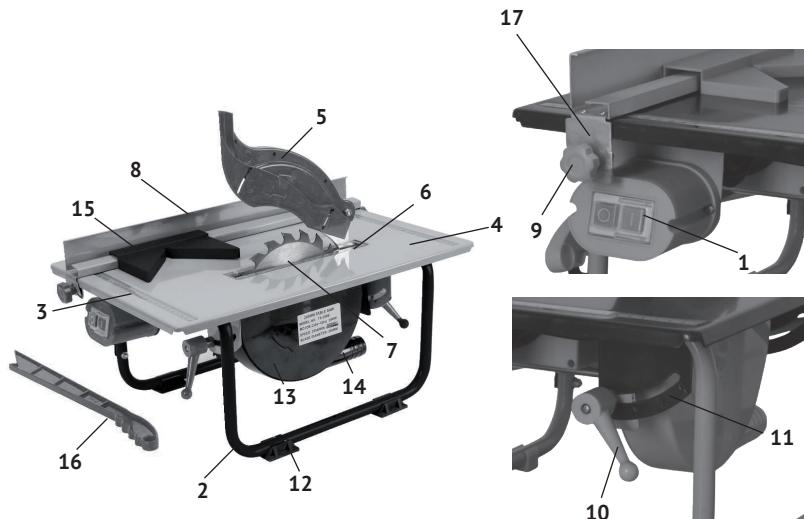
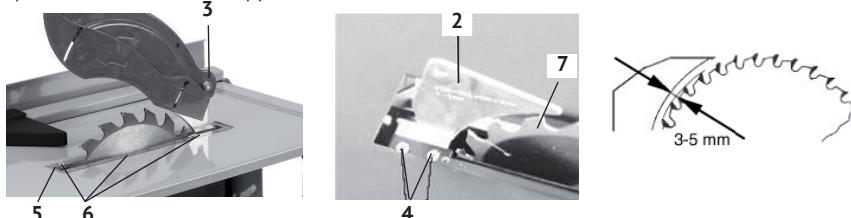

рис. 1
рис. 2
1.6 Общий вид и элементы пилы представлены на рис.1
1.7 Асинхронный двигатель крепится на пластине, закреплённой на раме (рис.1 поз.2), под рабочим столом (рис.1 поз.4). Трубчатая рама является основным несущим элементом пилы.
На защитных кожухах: верхнем (рис.1 поз.5) и нижнем (рис.1 поз.13) нанесены стрелки, указывающие направление вращения диска.
1.8 Для установки распиливаемой заготовки в нужном положении, на рабочем столе (с двух сторон) нанесена метрическая шкала (рис.1 поз.3).
Заготовка размещается на рабочем столе (рис.1 поз.4) в нужном положении с помощью параллельного (рис.1 поз.8) или закреплённого на нём углового упора (рис.1 поз.15). Распиливаемая заготовка подаётся оператором по рабочему столу к пильному диску вручную.
1.9 Выключатель – магнитный пускатель (рис.1 поз.1) расположен в торце передней части пилы. Он имеет две кнопки: зелёная с символом «1» - включение двигателя и красная с символом «0» - выключение двигателя (МЭК 60417).
- открутить 6 винтов крепления (рис.2 поз.6) вставки стола (рис.1 поз.5);
- закрепить винтами (рис.2 поз.4) на кронштейне расклинивающий нож
(рис.2 поз.2) так, чтобы он находился в одной плоскости с пильным диском (рис.2 поз.7) и на расстоянии 3-5 мм, как показано на рис.2;
- совместив крепёжные отверстия кожуха (рис.2 поз.1) и расклинивающего ножа (рис.2 поз.2), соединить их винтом (рис.2 поз.3) и закрепить гайкой. Крепление не должно быть жёстким. Кожух должен иметь возможность вращения вокруг оси крепления, чтобы фиксироваться в выбранном положении относительно диска, в зависимости от толщины заготовки.
Установка параллельного упора (рис.1 поз.8) возможна с любой стороны от отрезного круга. Пластина упора имеет высокий и низкий плоские бортики, для обработки заготовок разной толщины. Кроме того, низкий бортик согнут под углом 90°, что обеспечивает удобную установку и перемещение (при резке) вдоль него углового упора (рис.1 поз.15).
Точность установки контролируется по шкалам (рис.1 поз.3), с двух сторон рабочего стола.
- надвинуть угловой упор (рис.1 поз.15) на параллельный упор, как показано на рис.1;
Нижний защитный кожух (рис.1 поз.13) имеет патрубок (\varnothing 35 мм) для подключения промышленного пылесоса. Необходимо всегда использовать систему отвода отходов, для обеспечения комфортных условий на рабочем месте. Во время работы регулярно проверять и (при необходимости) очищать каналы отвода отходов.